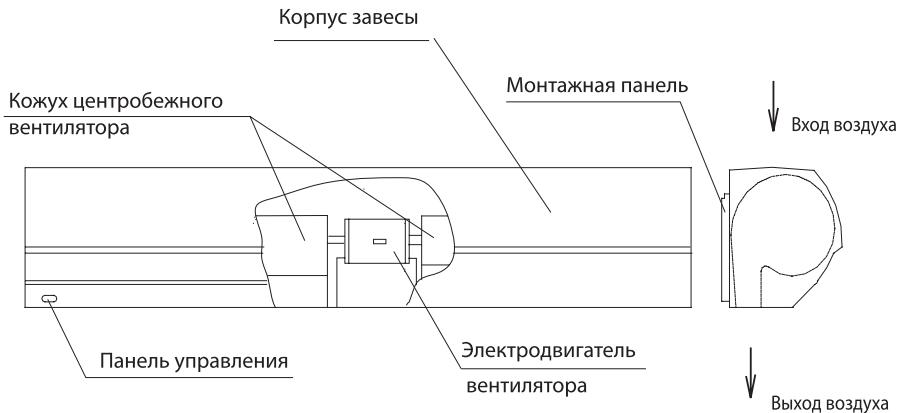

Рис. 1 – Устройство завесы
4.1 Завеса представляет собой устройство, в металлическом корпусе которого установлены вентиляторы центробежного типа одностороннего всасывания (рис.1) .